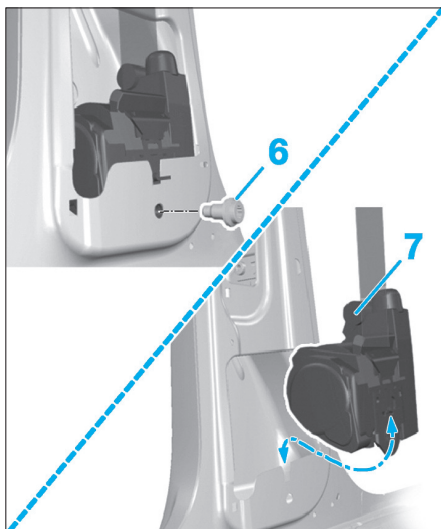

FIG. 16
- la vis (6) et retirer l'enrouleur automatique de ceinture (7) du montant B comme illustré (Fig.16),